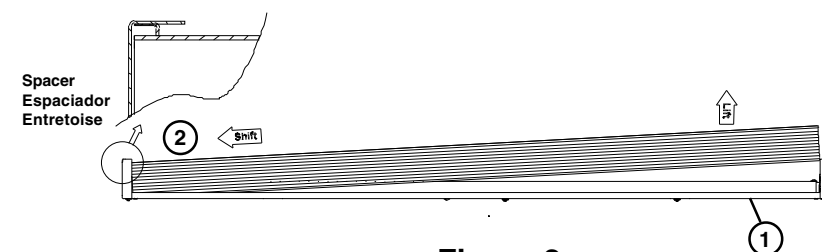

Figure 2
3. **Dégager le diffuseur** et le sortir de l'appareil par l'autre extrémité. **Voir la Figure 2.**
2. While gently pushing down on center of Diffuser (5) slide Diffuser toward one end of the fixture, making sure end of Diffuser is under Diffuser spacer. **See Figure 2.**
3. Lift Diffuser out of fixture from opposite end. **See Figure 2.**